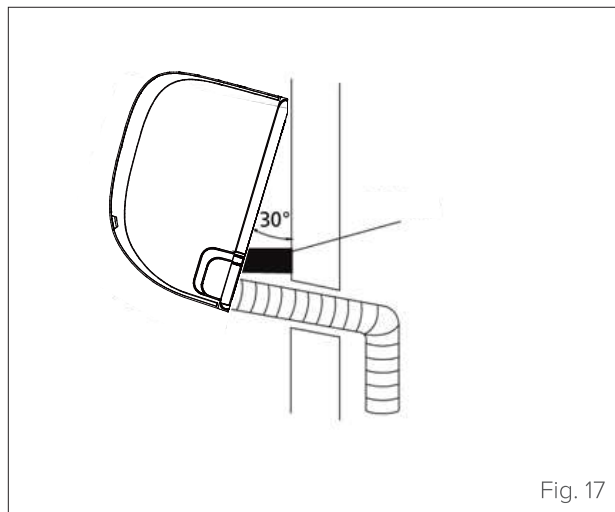

Fig. 17
- 2 Utilizați un suport sau o pană pentru a ridica unitatea, astfel încât să existe suficient spațiu pentru a conecta conductele de agent frigorific, cablurile electrice și conducta de evacuare (vezi „Fig. 17”).